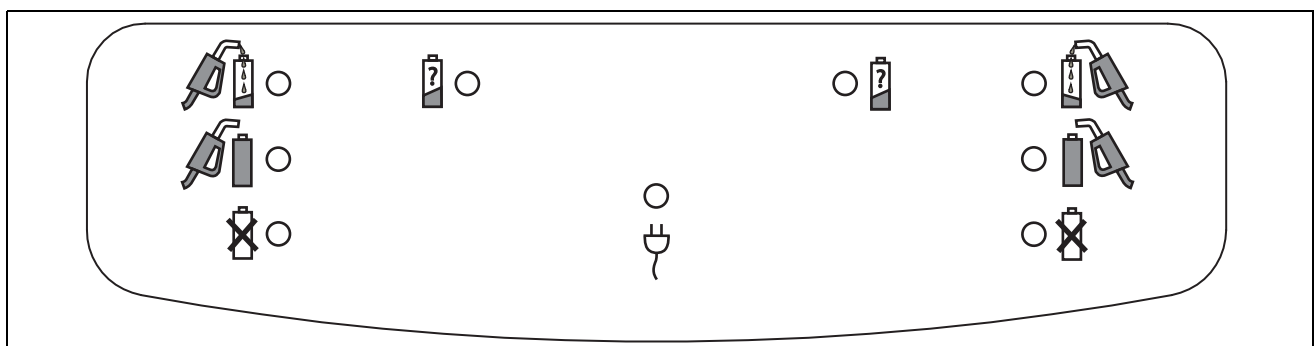

Abbildung 3-3 Bedienfeld des Akkuladegeräts
3. Der Status des Akkuladegeräts wird auf dem Bedienfeld angezeigt (siehe Abbildung 3-3 und Tabelle 3-1).